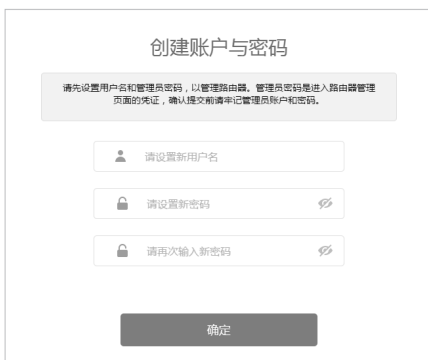

图6-2 用户首次登陆
2. 首次登录时，需自行设置管理员账号，依次输入用户名及密码，点击确认，如图6-2所示。后续登录时，使用该账号进入配置界面。